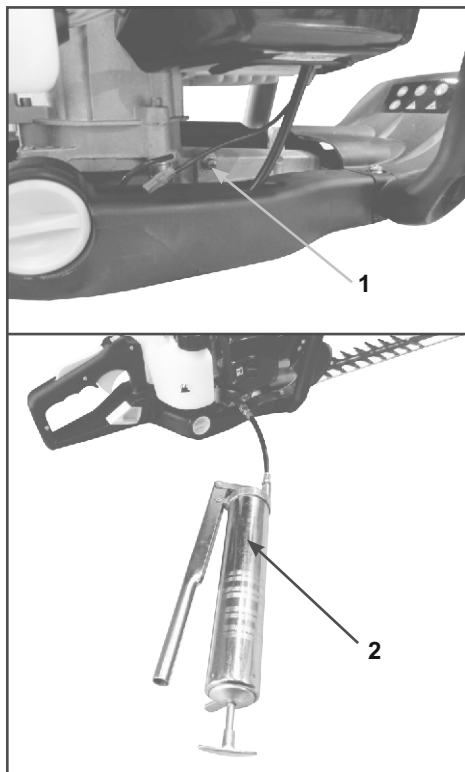

Рис. 13 Обслуживание редуктора
1. Приготовьте шприц-пресс (маслёнку) (2) (Рис.13) и заправьте его смазкой BRAIT или смазкой Литол-24.
2. Удалите грязь с корпуса редуктора мягкой щеткой, отверстие для масленки (1) (Рис.13) протрите чистой ветошью.